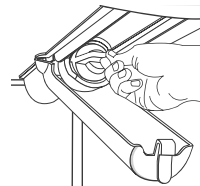

Fig.8 Boîtier du filtre et capuchon de dérivation
- Retirez le capuchon de dérivation bleu et conservez-le pour usage ultérieur (reportez-vous à l'illustration Figure 8).